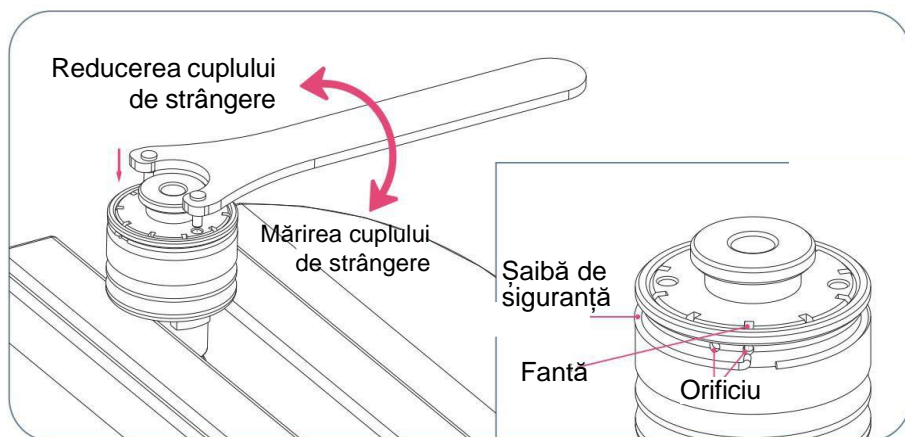

Fig.6-9: Setarea cuplului de strângere de cuplaj pentru bucsa elastică
- Setati cuplul de strângere folosind cheia dinamometrică (fig. 6-9).